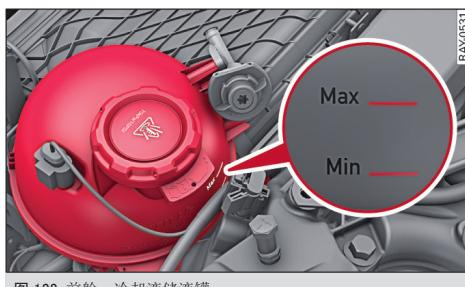

图 122 前舱: 冷却液储液罐
- ▶ 从储液罐外察看冷却液液位。当冷却液冷态时, 冷却液液位必须在标记 MIN (最低) 和 MAX (最高) ⇒ 图 122 之间。在新车上, 冷却液液位在开始时可能略超过上部标记。
- ▶ 小心地将盖子 ⇒ 图 122 向左旋下 ⇒ 。
- ▶ 按正确的混合比例 (参见使用说明书中有关冷却液添加剂章节的内容) 添加冷却液直到标记 MAX ⇒ 图 122。